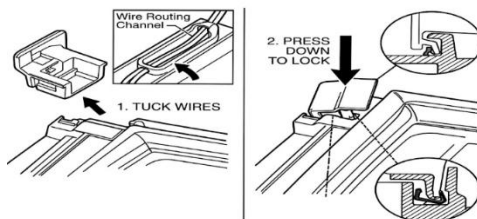

Fig 2
2. Lleva la cubierta de la esquina del cableado retirada a la esquina opuesta del marco de la puerta, donde ahora estará el armés de cables. Enhebra o esconde el armés de cables de la puerta de forma segura en el canal designado dentro de la cubierta de plástico. Alinea la tapa sobre la nueva ranura de la esquina y presiona firmemente hasta que haga clic plano y a ras del marco de la puerta. (Fig. 2)